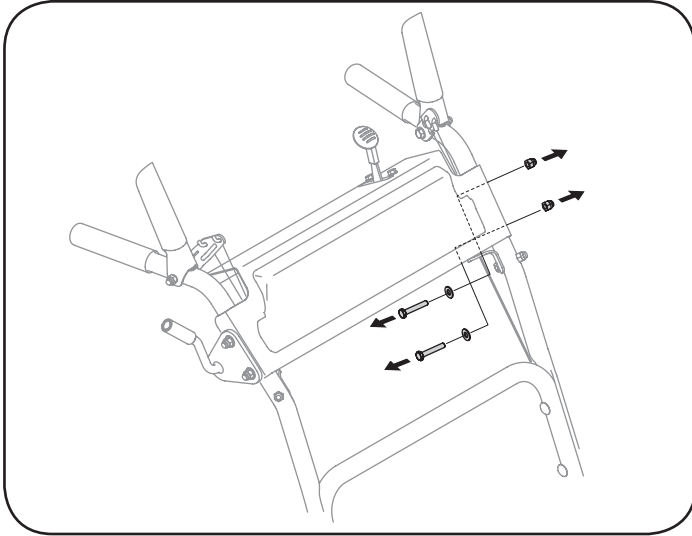

Figura 5
1. Saque los siguientes elementos del lado izquierdo de la barra de control superior, Figura 5. Se puede desechar los elementos de ferretería extraídos.